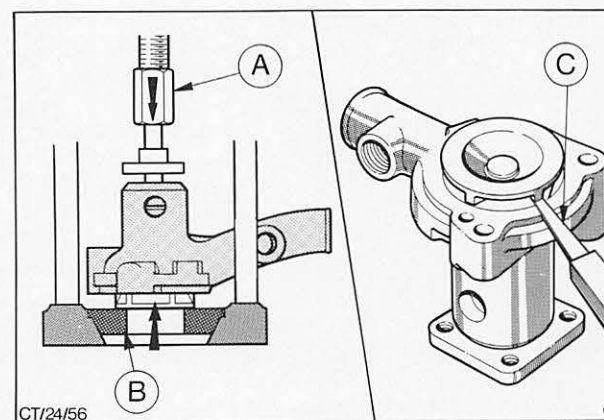

Abb. 24 Schaufelrad aufpressen und vorgeschriebenen Abstand messen
8. Schaufelrad so weit auf die Welle pressen, bis ein Abstand von 0,8 mm zwischen Schaufeln und Gehäusedichtfläche erreicht ist, Abb. 24.